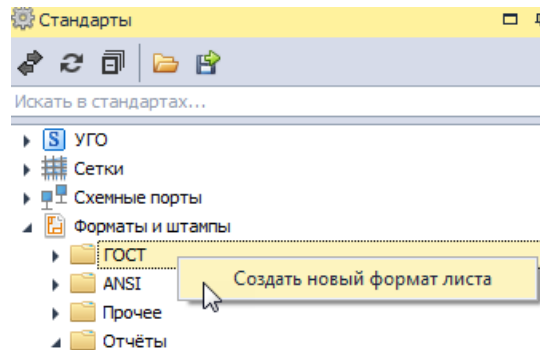

Рис. 61 Создание нового шаблона формата и штампа листа схемы
2. Вызовите контекстное меню с одного из разделов и выберите пункт «Создать новый формат листа», см. Рис. 61.